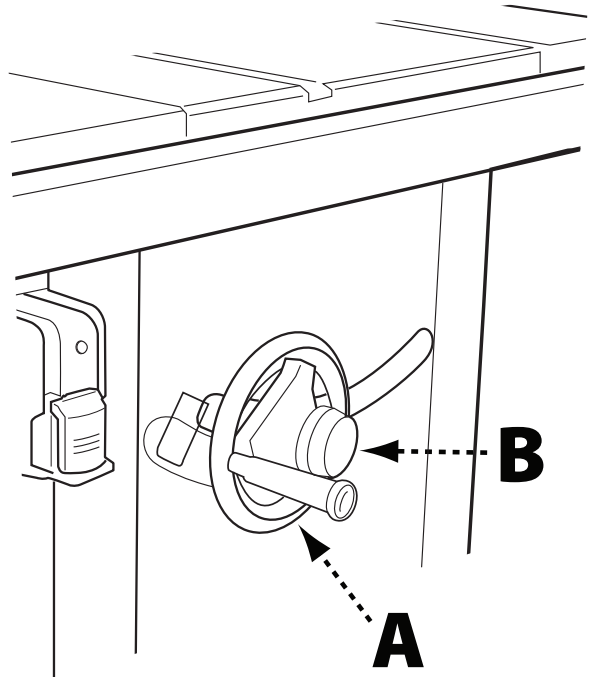

FIGURE 12
Relevez ou abaissez la lame avec le volant de commande (A) situé à l'avant de la scie (voir Figure 12).
1. Avant de soulever ou d'abaisser la lame, veillez à desserrer le bouton de verrouillage (B) en le tournant dans le sens antihoraire.